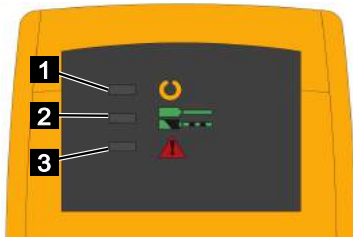

Fig. 219
- La LED jaune (Fig.219/1) est allumée
- La LED verte (Fig.219/2) clignote
- La LED verte (Fig.219/2) est allumée
- La LED rouge (Fig.219/3) est allumée